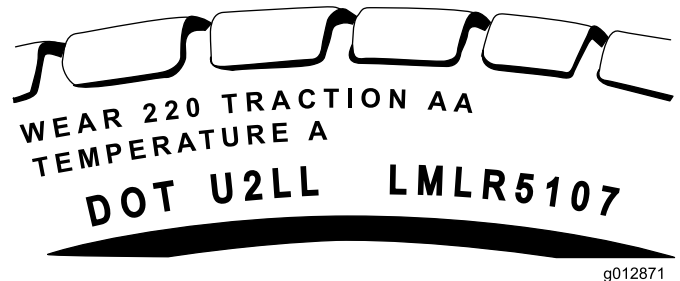

Figura 31
- Localice los números de identificación DOT de los neumáticos (Figura 31).